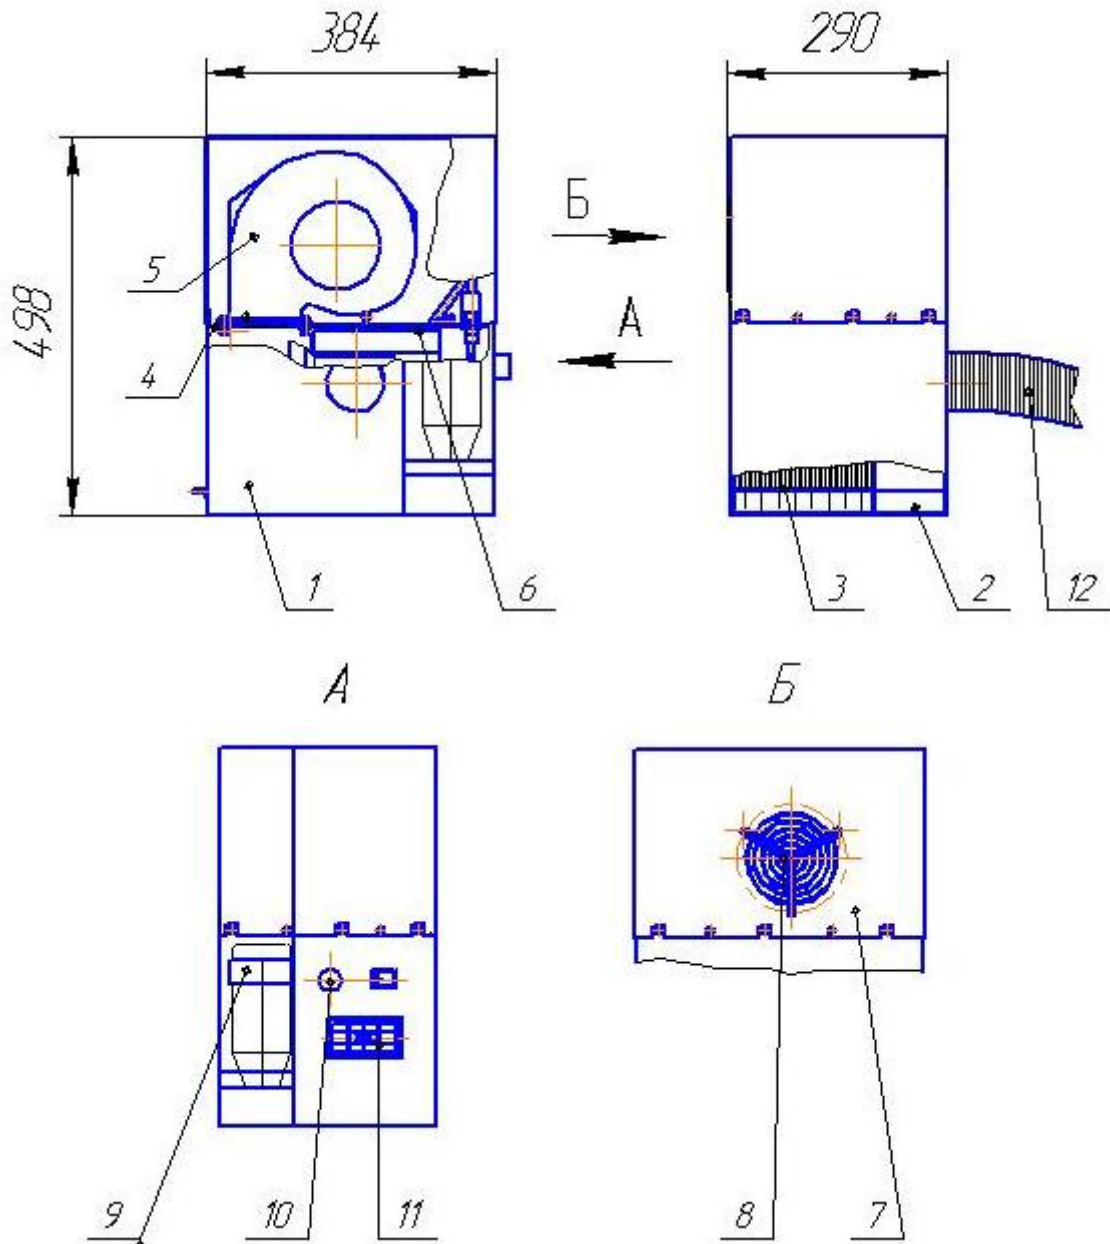

Рис.1
3.1 АОВ изображенный на рис. 1, представляет собой сборную конструкцию, состоящую из следующих основных узлов: корпуса 1, внутри которого на поддоне 2 размещён блок теплообменный 3, крышки 4, на которой расположен напорный вентилятор 5. Между крышкой и блоком теплообменным герметично установлена стяжка 6, образующая канал для выхода из теплообменного блока влажного воздуха. Сверху корпус закрыт кожухом 7, с расположенной на нём защитной решёткой для вентилятора 8.